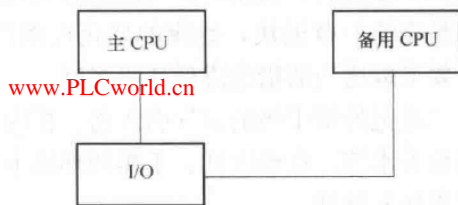

图 5-26 热备份冗余系统
(2) 热备份冗余系统。热备份冗余系统是指冗余的模板在线工作, 只是不参与控制, 如图 5-26 所示。一旦参与控制的模板出现故障, 它可自动接替工作, 系统可不受停机损失。